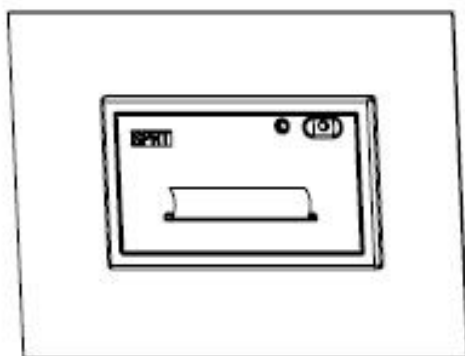

图 2-7
(6) 内壳完全推入，与外壳卡紧后，装纸完成。如图 2-7 所示：